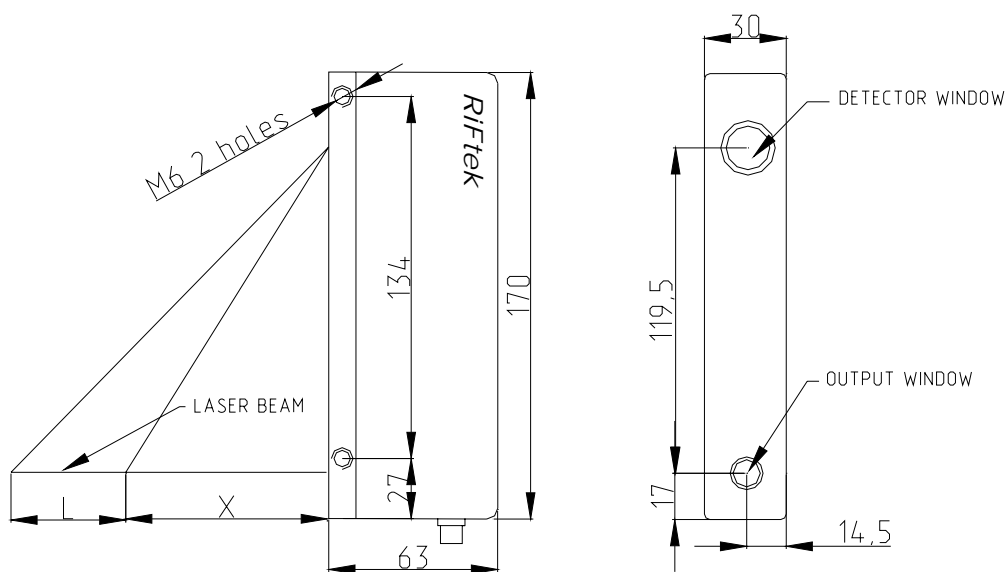

Рисунок 2
Габариты	Рисунок 2
5.1. Габаритные и установочные размеры датчиков показаны на рис.2 и рис.3. Корпус датчика выполнен из анодированного алюминия. На передней панели корпуса расположены два окна: одно – выходное, другое – для приема излучения, отраженного от контролируемого объекта. На одной из граней датчика установлен разъем (кабельный ввод) для подключения питания и линий интерфейса. Для установки в оборудование корпус датчика содержит крепежные отверстия.